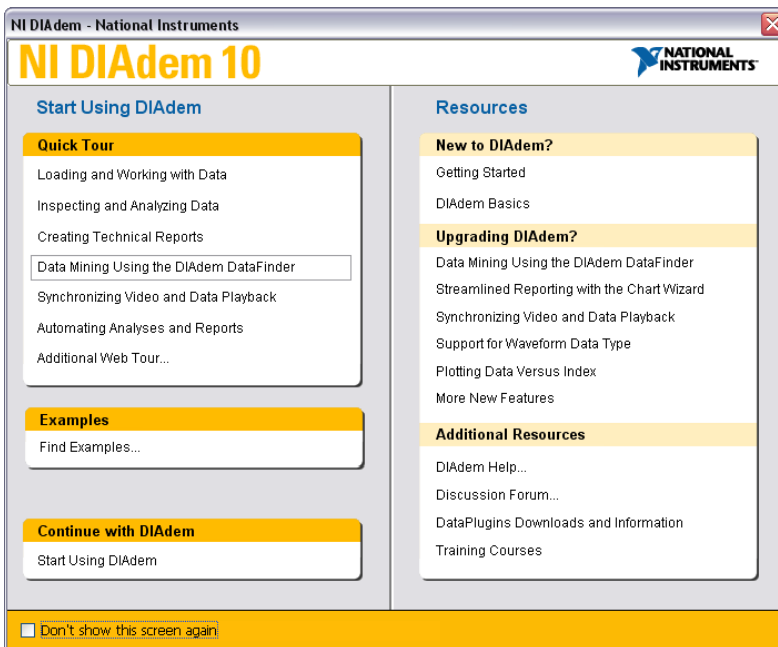

図 1-1 DIAdem のスタートアップ画面
DIAdem を起動すると、スタートアップ画面が表示されます。スタートアップ画面では、図 1-1 で示すように、DIAdem の操作を紹介するビデオとサンプルを実行できます。これらの情報は、初心者ユーザだけでなく上級ユーザにも役立つものであり、表示されるリンクからさらに詳細な情報をインターネットで参照することができます。
3. 左に示すボタンをクリックすると、ビデオウィンドウが閉じられ図 1-1 のスタートアップ画面に戻ります。